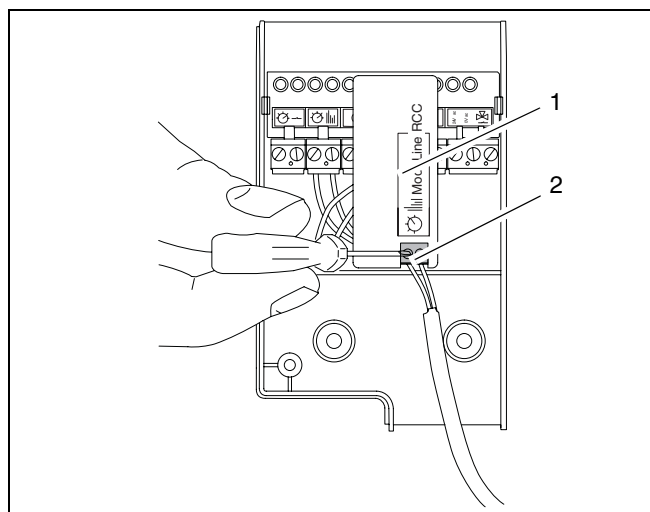

fig. 13 Tilslutningklemme for adapter (tilbehør)
Ved hjælp af en RCC-adapter (tilbehør) er det muligt at tilslutte en iRT15 eller iRT30 termostat, se fig. 13.
Til klemme 14-15 kan tilsluttes en modulerende iRT-rumtermostat (fig. 13, pos. 2). Klemmen er anbragt i den adapter tilslutningskassen (fig. 13, pos. 1) under klemrækken (tilbehør).